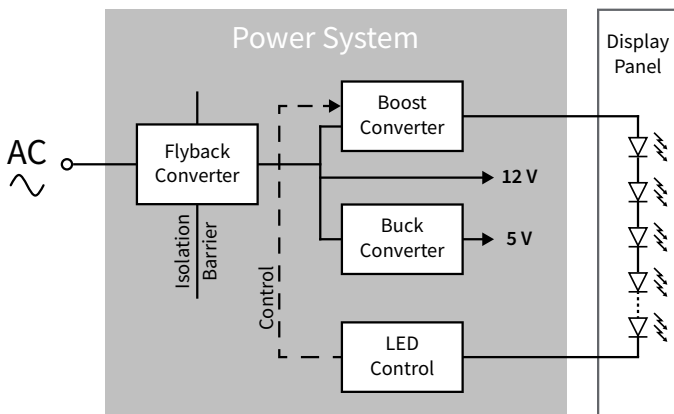

図1 従来の複数ステージの DC-DC ベースのシステム
この新しいアプローチがもたらす効果について、図 1 に、家電製品やコンピュータ モニターなど、LED ディスプレイが付いた最新の機器で使用される従来の電源システムのブロック図を示します。AC-DC ステージでは、中間の DC 電圧源を生成します。この中間 DC 電圧源からポストレギュレーションによって、LED ディスプレイのバックライト、オーディオ及びアナログ回路、ダウンストリーム プロセッサを含む複数の回路に電力供給されます。昇圧型コンバータは中間 DC 電圧源から 48V-60V の可変電圧を生成し、定電流 (CC) 制御の LED バックライトに供給されます。降圧型デバイスは 5V の定電圧 (CV) 電源を生成します。多くの場合、さらに降圧型またはリニア レギュレータ (この図には表示されません) によって 3.3V 電源が生成され、マイクロコントローラに供給されます。